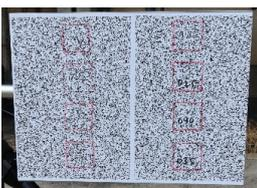
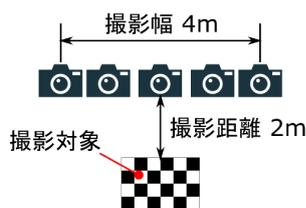
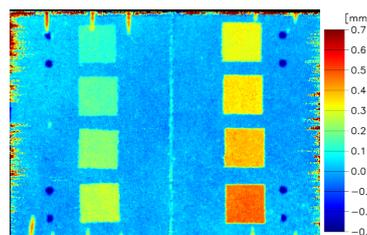
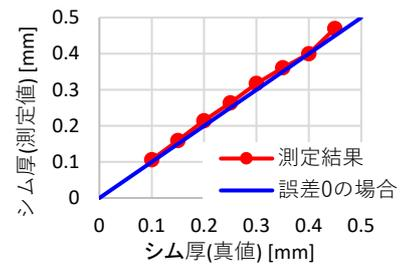

図4 撮影対象
図5 測定条件
図6 測定結果(高さ方向に色付け)
図7 シム厚測定結果
- シムにより部分的に厚み変えた平板(図4)を2mの距離から撮影(図5)し本方法の測定精度を検証しました。シム厚の測定値(図6)は実際のシム厚とよく一致し、二乗平均平方根誤差は0.013mmでした(図7)。